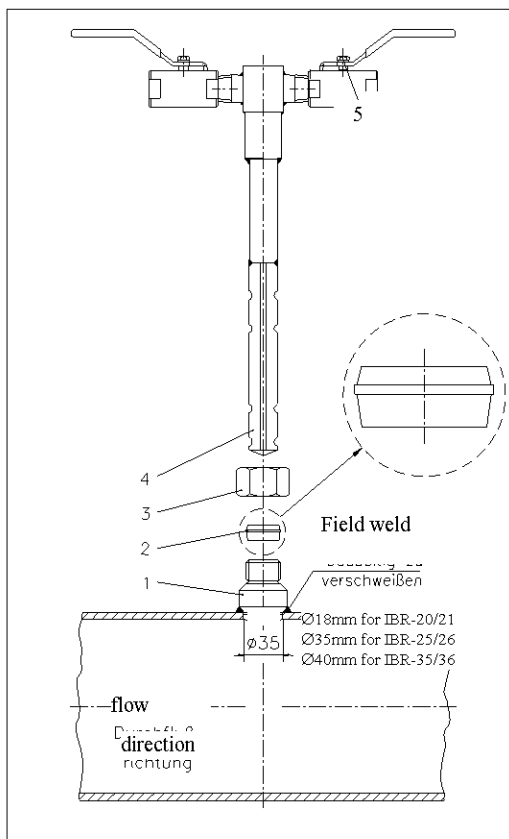

Figure 9
- Sonde ITABAR type IBR (voir figure 9 item 4)
- Vannes d'isolement HP et BP si commandées (voir figure 9 item 5)
- Retirer le raccord de compression (3) du bossage (1)
- Glisser la bague en respectant le sens (petite partie vers le haut) (voir détail figure 9)